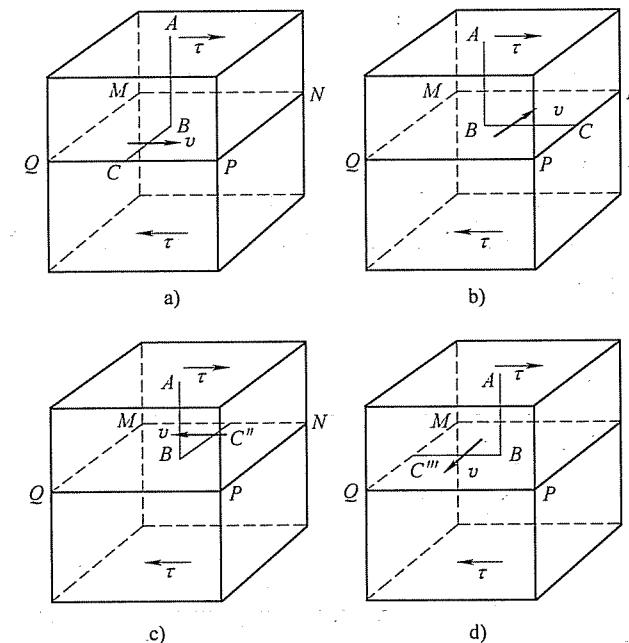

图 2-4 第三题第 1 小题解答图
1. 如图 2-4 所示，图中 v 代表位错线 BC 运动方向，也是受力方向。